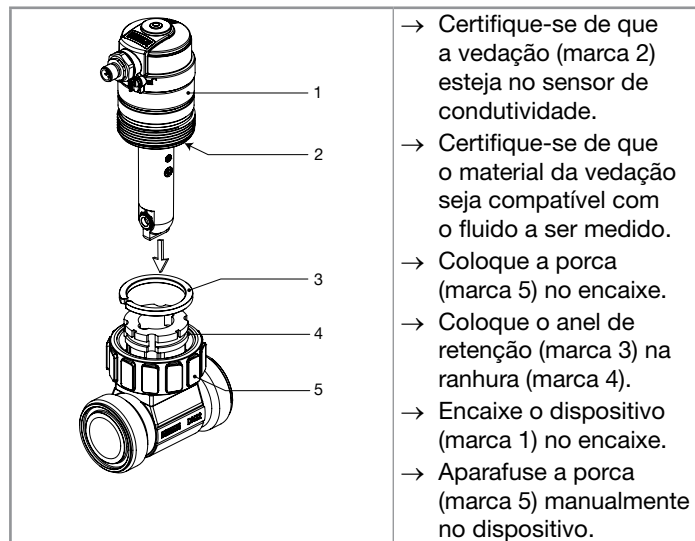

Fig. 7: Instalação do dispositivo em um encaixe
- Instale o dispositivo no encaixe (consulte a Fig. 7).